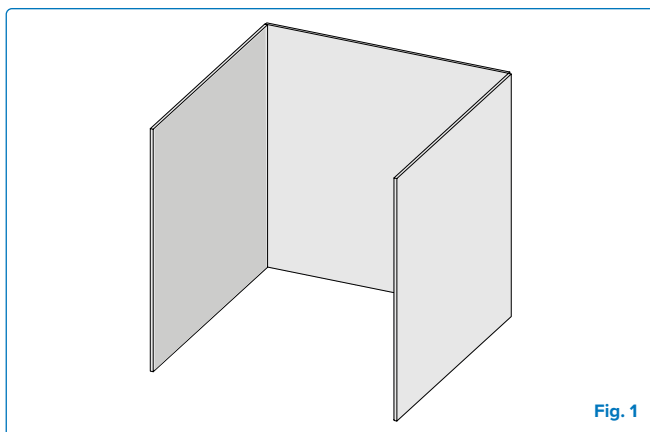

Fig. 1
- Un appareil est considéré comme étant à l'extérieur s'il est installé avec un abri ne dépassant pas une configuration avec des murs sur trois côtés, mais sans couverture supérieure. (**Fig 1**)